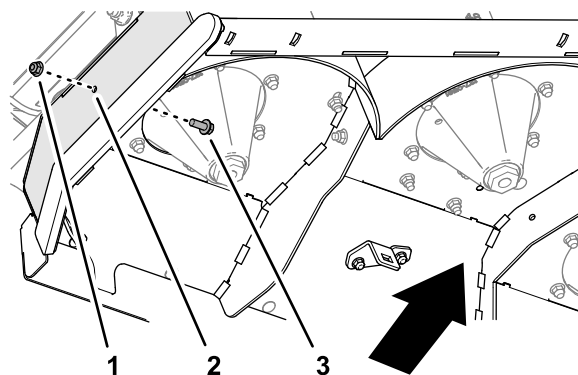

Figure 45
5. Insérez une vis à embase ($\frac{3}{8}$ " x 1") dans les trous de 10 mm du plateau de coupe (Figure 45)